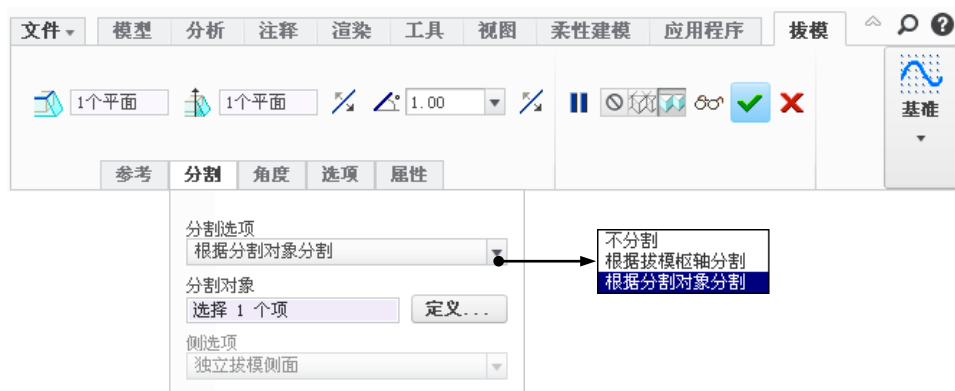

图 4.1.5 “拔模”操控板
(1) 在图 4.1.5 所示的操控板中单击 **分割** 选项卡，在其界面的 **分割选项** 下拉列表中选择 **根据分割对象分割** 方式。